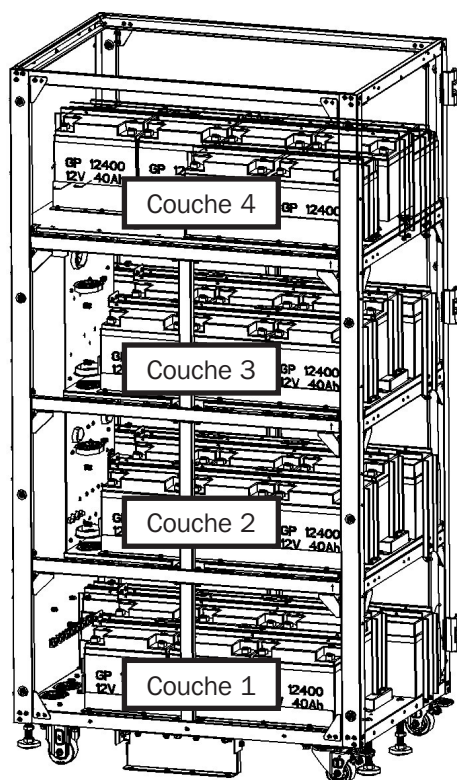

Figure 5-50A (vue avant)
11. Réinstaller les supports de rétention des batteries et les vis de la couche 4 (Figures 5-50A et 5-50B).